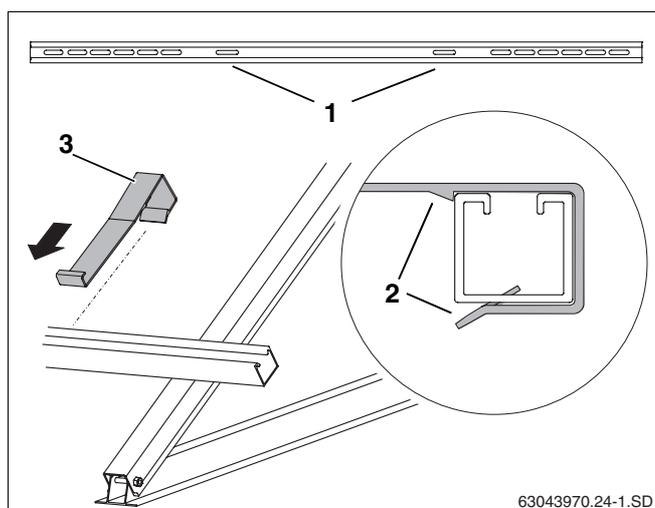

Fig. 36 Accrocher le dispositif de sécurité anti-glissement
- Glisser les dispositifs de sécurité anti-glissement (fig. 36, **pos. 3**) de l'extérieur dans les perforations longitudinales intérieures (fig. 36, **pos. 1**) sur les rails profilés jusqu'à ce qu'ils s'enclenchent (fig. 36, **pos. 2**).